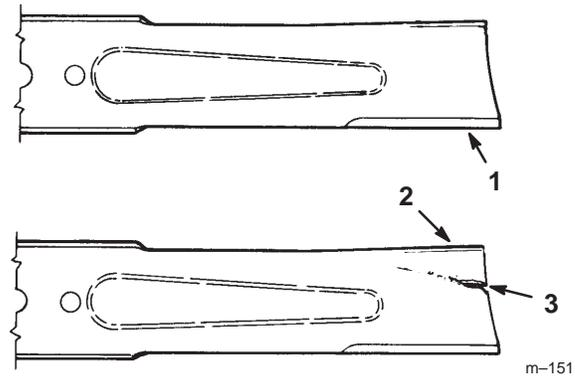

Figure 27
1. Inspectez les tranchants des lames (Fig. 27). Si elles ne sont pas tranchantes ou si elles présentent des indentations, déposez et aiguiser les lames (voir Aiguisage des lames, page 31).
2. Inspectez les lames, surtout la partie incurvée (Fig. 27). Remplacez immédiatement toute lame endommagée, usée ou qui présente une entaille (repère 3 de la Fig. 27).